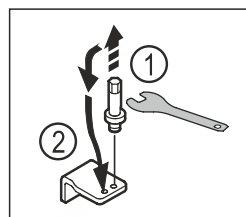

Fig. 22
- ▶ Відкрутіть болт нижнього опорного кронштейна за допомогою шестигранного ключа SW5. Fig. 22 (1)
- ▶ Вставте болт із протилежного боку. Fig. 22 (2)